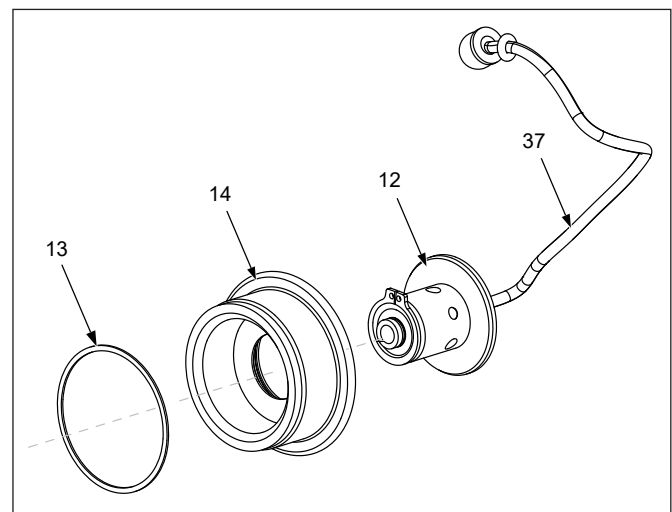

Abbildung 17: Explosionsansicht des Vierkantantriebs
7.2.5 Aus- und Einbau der Auslösetaste des Vierkantantriebs (Abb. 17)